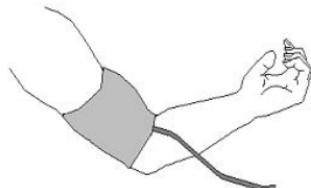

Figura 2.5 Posición del manguito
2. Aplicar el manguito: despliegue el manguito y enróllelo alrededor del brazo de manera uniforme con la firmeza adecuada. La posición correcta del manguito aparece en la figura 2.5.